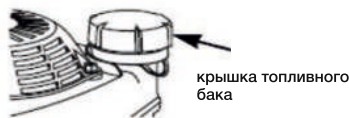

рис.8
4. Медленно откройте крышку топливного бака для постепенного стравливания избыточного давления (рис. 8).